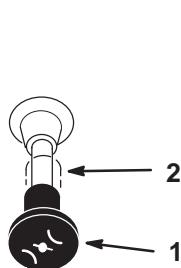

Bild 20
4. Stellen Sie beim Anlassen eines kalten Motors den Chokehebel auf "EIN" (Bild 20).
7. Schieben Sie, nachdem der Motor angesprungen ist, den Chokehebel auf "AUS" (Bild 20). Stellen Sie, wenn der Motor aussetzt oder unregelmäßig läuft, den Chokehebel für ein paar Sekunden wieder zurück auf "EIN". Stellen Sie dann den Gashebel auf die gewünschte Stellung. Wiederholen Sie diesen Vorgang nach Bedarf.